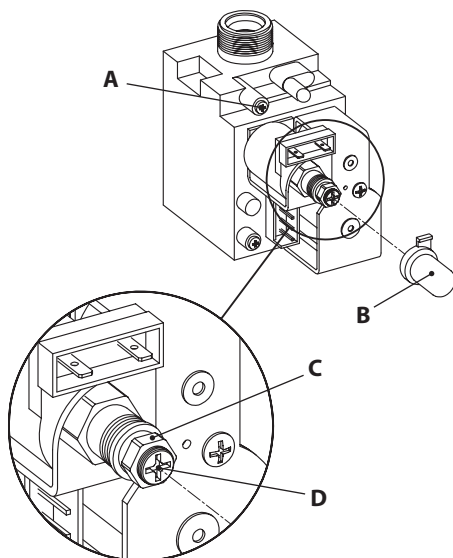

Figura 5.1
1 Inserire la presa del manometro nella presa di pressione (A) della valvola gas allentando la vite (Figura 5.1).
2 Togliere il cappuccio di protezione (B, Figura 5.1).
4 Avvitare a fondo il dado (C, Figura 5.1) fino ad ottenere il valore di pressione gas indicato nella sezione "Dati Tecnici" a pag. 10.
6 Avvitare e/o svitare la vite rossa di regolazione del minimo (D, Figura 5.1) fino ad
7 Rimontare il cappuccio di protezione (**B**, Figura 5.1).
8 Chiudere la vite della presa di pressione della valvola gas (**A**, Figura 5.1).